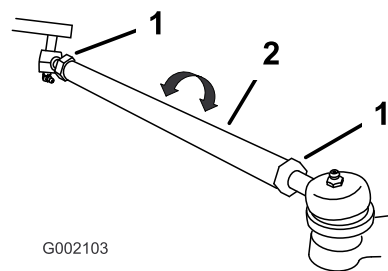

Figure 40
4. Si les mesures ne sont pas comprises entre 0 et 6 mm, desserrez les écrous de blocage aux deux extrémités des biellettes (Figure 40).